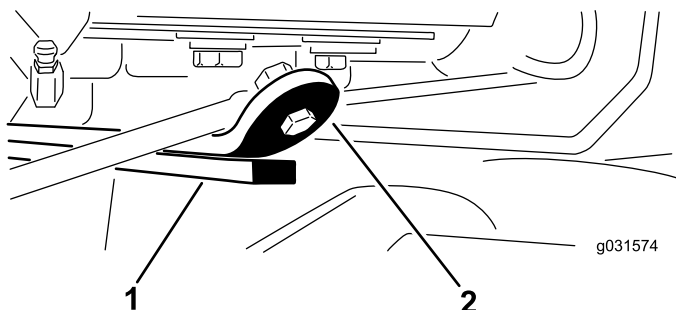

図 15
3. エンジンを始動し、昇降アームを上昇させて、後カッティングユニット上部にあるウェアバーのウェアストラップとバンパーストラップとの間のすき間が、0.51-2.54 mm になっていることを確認する 図 15。